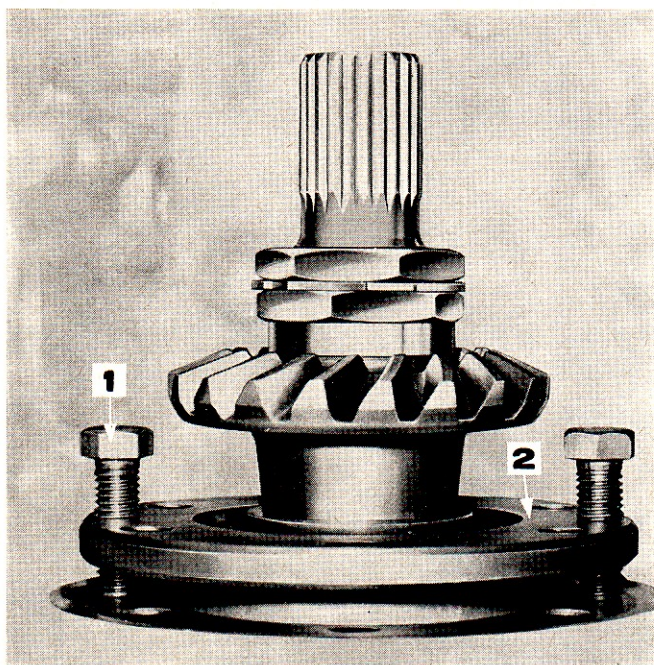

Figure 65: Extraction du pignon d'attaque
3. Extraire les six boulons et rondelles assemblant l'ensemble de pignon d'attaque au carter central de pont arrière, puis à l'aide de deux boulons de 9/16 N.C. utilisés comme vis d'extraction, extraire l'ensemble de pignon d'attaque (Figure 65).